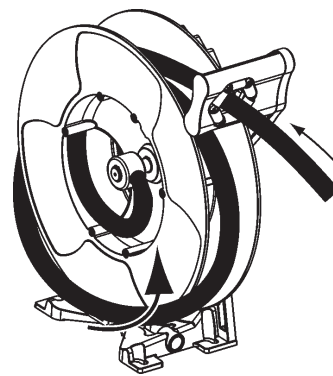

Fig.13
2. Wind the hanging hose into the reel (fig. 13).
2. Introduzca una vuelta de la manguera, en el disco del enrollador (fig. 13).
2. Insérer le flexible sur un tour à l'intérieur du tambour par une flasque de l'enrouleur (fig. 13).
2. Wickeln Sie den Schlauch eine Windung auf den Aufroller (Fig. 13).